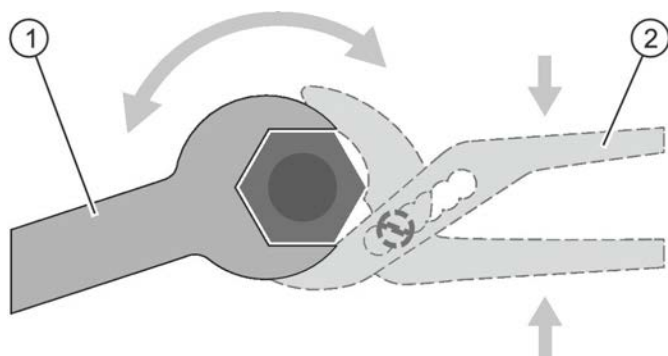

Fig. 33: Maintien avec une clé à tubes
1. ▶ Fixer le filetage de l'échangeur thermique avec une clé à tubes (Voir la Fig. 33/2).
2. ▶ Connecter l'échangeur thermique au raccordement sur site tout en maintenant en permanence le filetage avec une clé à six pans (Voir la Fig. 33/1).